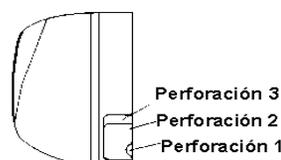

Figura 5
- Al dirigir la tubería y el cableado desde el lado derecho o izquierdo de la unidad, desprenda las secciones perforadas del chasis, conforme sea requerido Véase **Figura 5** =